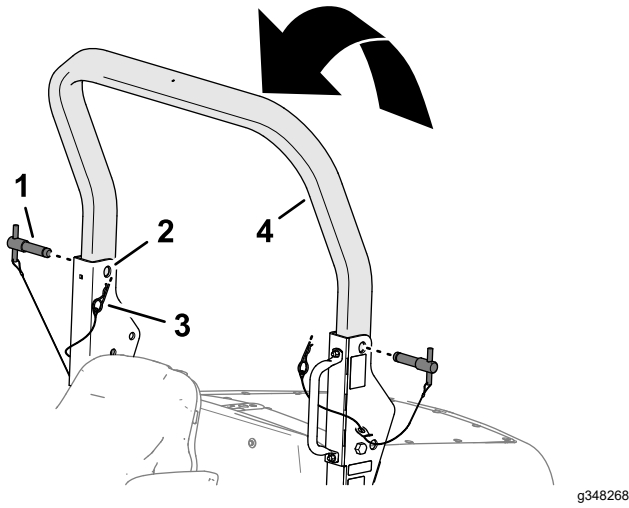

Figure 32
3. Tirez la partie supérieure de l'arceau de sécurité vers le haut jusqu'à ce que les trous de l'arceau de sécurité soient en face des supports de pivot (Figure 32).
4. Insérez les axes dans les trous supérieurs des supports de pivot et dans l'arceau de sécurité (Figure 32).
5. Fixez les axes de l'arceau de sécurité dans les supports de pivot avec les goupilles fendues (Figure 32).